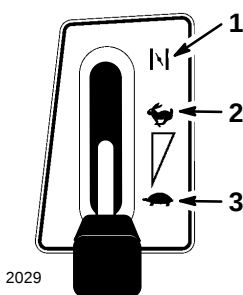

Abbildung 10
5. Den Gashebel auf "CHOKE" stellen (Abb. 10).
- Nachdem der Motor angesprungen ist, den Gashebel langsam auf "FAST" (schnell) stellen (Abb. 10). Wenn der Motor aussetzt oder stottert, den Gashebel einige Sekunden lang zurück auf "CHOKE" stellen. Dann den Gashebel wieder auf "FAST" stellen. Den Vorgang nach Bedarf wiederholen.
- Den Gashebel auf "SLOW" (LANGSAM) stellen (Abb. 10).